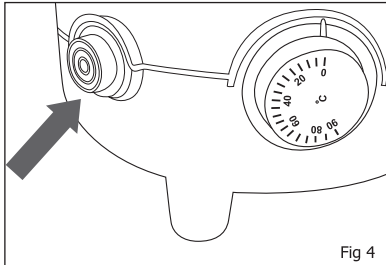

Fig 4
- Gerät am grünen Schalter einschalten (Abb. 4). Der Schalter leuchtet, wenn das Gerät eingeschaltet ist.